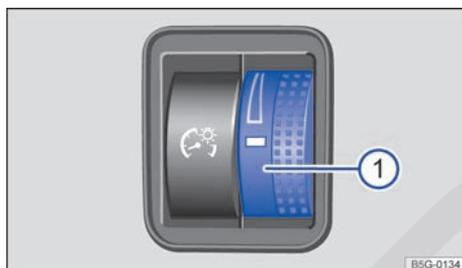

Fig. 88 Junto al volante: regulador de la iluminación de los instrumentos y los mandos ①.
En función del equipamiento del vehículo, la intensidad de la iluminación de los instrumentos y los mandos se puede regular sin escalonamientos girando el regulador → fig. 88 ① con las luces encendidas.